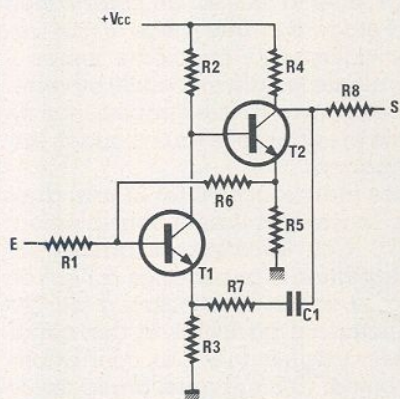

Figure 5 - Configuration paire série-shunt. (Contre-réaction tension-courant en continu et tension-tension en alternatif).
L'amplificateur à paire série shunt est représenté à la figure 5, c'est une structure assez connue. On cherche à réaliser un amplificateur de gain peu élevé : 10 à 20 dB, ayant une
réponse aussi plate que possible et une bande passante aussi étendue que possible. Le résultat est obtenu par deux boucles de contre-réaction et des étages ayant un faible gain en boucle ouverte. Le schéma de la figure 5 montre que les transistors T1 et T2 fonctionnent en amplificateurs inverseurs : étages émetteur commun. Le gain est assez faible puisque les résistances d'émetteur ne sont pas découplées.
où R_o représente l'impédance d'adaptation : 50 ou 75 Ω . Nous avons pour les autres paramètres $I_{C1} = 5,5$ mA, $R_{E1} = 12 \Omega$, $r_b = 130 \Omega$ et $KT/q = 26$ mV. Finalement le facteur de bruit peut être évaluée dans les deux cas : $N_F = 5,9$ dB ($R_o = 50 \Omega$), $N_F = 4,6$ dB ($R_o = 75 \Omega$). La tension continue présente sur la base du transistor Q_1 est calculée grâce à l'expression suivante V_E (DC) = $V_{BE1} + (I_{C1} + I_{C3}) R_{E1}$. Pour une tension d'alimentation de 6 V, $V_B = 0,8$ V et $I_{C1} = 5,5$ mA et la tension de polarisation est voisine de 1 V. Le schéma de principe de la structure paire série shunt, figure 5, montrait une contre-réaction globale assurée par